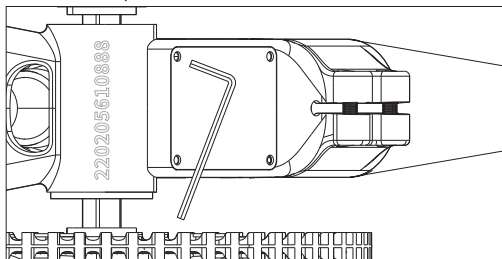

Figura 7-1
- Allentare le quattro viti sul coperchio accanto alla staffa inferiore in senso antiorario con una chiave a brugola da 3 mm, quindi rimuovere le viti e il coperchio, come mostrato nella **Figura 7-1**.